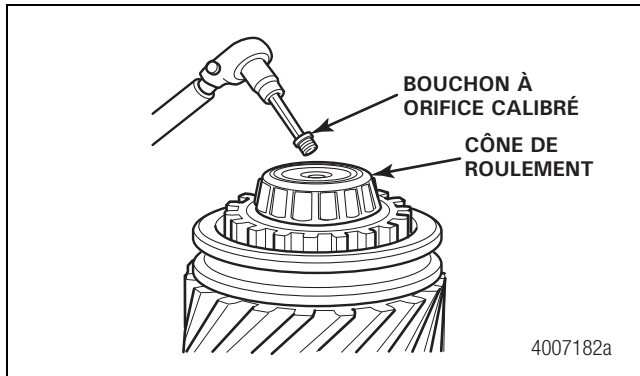

Figure 6.6
8. Appliquer du frein filet Loctite® 592 sur le filetage du bouchon à orifice calibré, puis le poser à l'extrémité du cône de roulement. Serrer le bouchon au couple de 15 lb-pi (20 N•m). Figure 6.6.